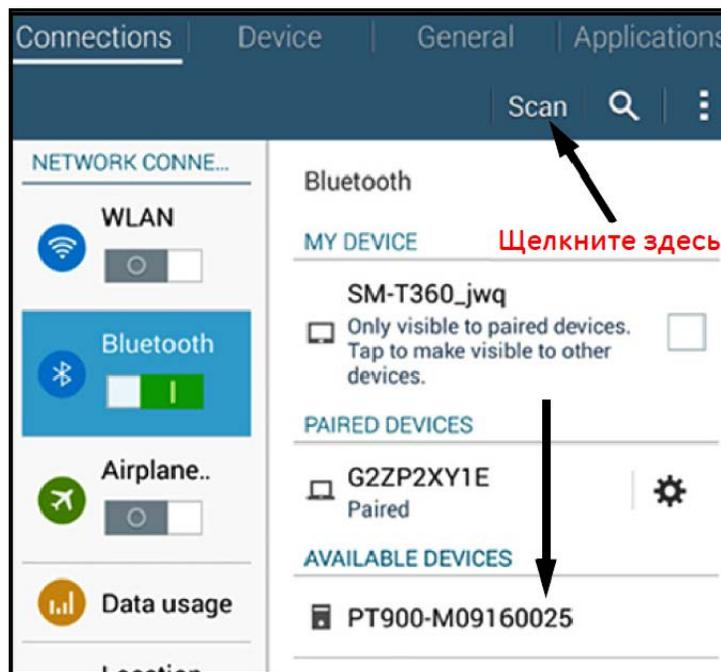

Рис. 64: Список доступных устройств
6. По окончании загрузки приложения (APP) отображается принимаемый по умолчанию список передатчиков. Во время начальной установки этот список пуст (см. Рис.64 ниже).
7. Чтобы подключить новый передатчик PT900, щелкните SCAN (сканировать) (см. красную стрелку на Рис.64 ниже), и приложение будет искать доступные передатчики через Bluetooth.
8. По окончании сканирования все найденные новые передатчики будут перечислены в разделе AVAILABLE DEVICES (ДОСТУПНЫЕ УСТРОЙСТВА) экрана планшета (см. красную стрелку на Рис.64 ниже). Щелкните свой передатчик, чтобы соединить его с планшетом через Bluetooth.
**Примечание:** На Рисунок 64 на странице 52 ваш передатчик PT900 обозначен серийным номером на его этикетке (см. Рис.65 ниже).